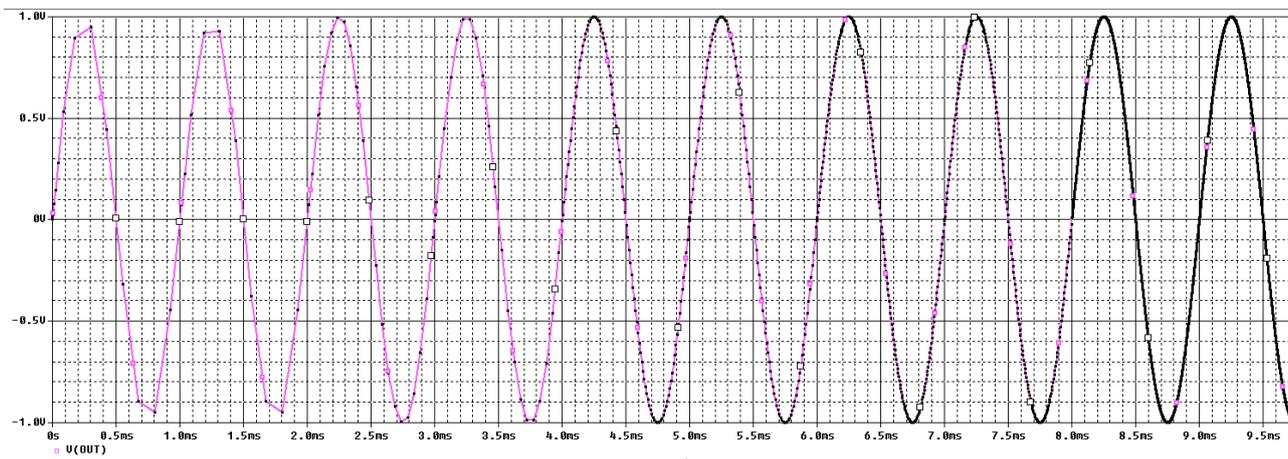

Рис. 8.15. Моделирование с уменьшением шага
5. Выполняем Run и видим уменьшение размера максимального шага моделирования (рис. 8.15)